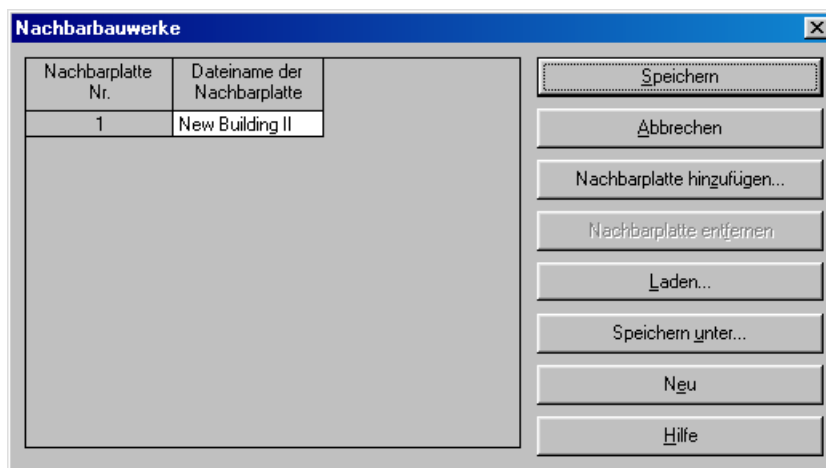

Bild 9-35 Menü "Nachbarbauwerke"
- Wählen Sie den Befehl "Nachbarbauwerke" im "Daten"-Menü von *ELPLA-Daten* (Bild 9-35)